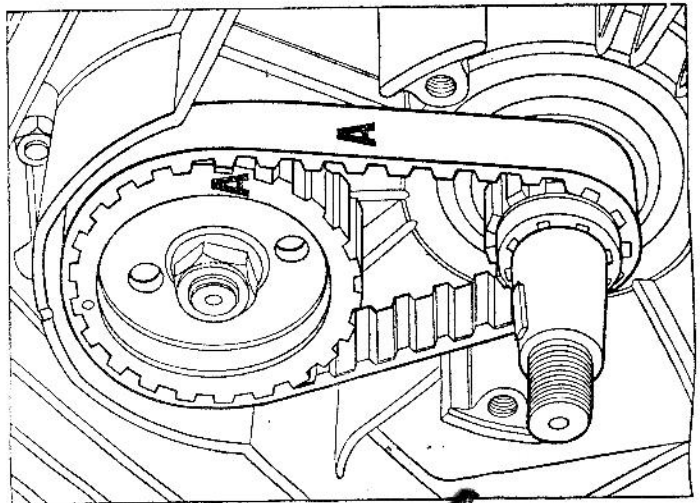
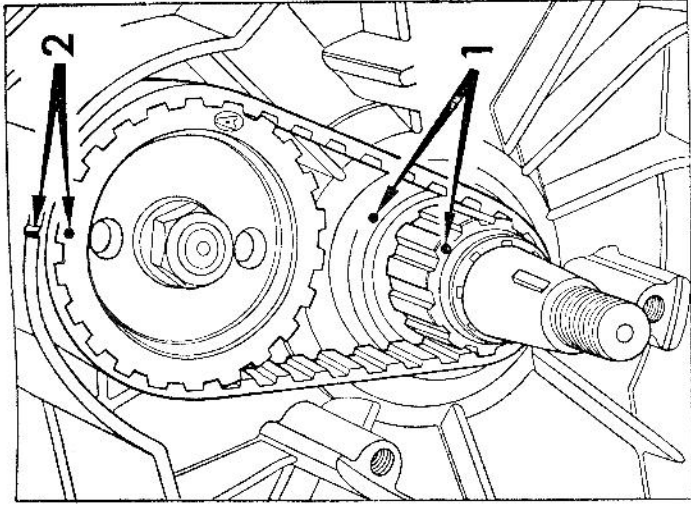

Fig. 13
Fig. 11
- 6 - Quando detto angolo è fuori tolleranza è necessario agire sul rocchetto piccolo comando distribuzione, ruotandolo in modo da trovare la tacca in fase che permetta l'introduzione del rocchetto stesso e stampigliare i nuovi riferimenti come Fig. 11.
- 1 - Orientare i 2 riferimenti sui rocchetti come (fig. 11); procedere all'estrazione del rocchetto utilizzando l'anello seeger come agancio; sostituire la cinghia controllando che la lettera stampigliata sul rocchetto grande corrisponda a quella scritta sulla cinghia vedi (fig. 13); introdurre unitamente cinghia e rocchetti infilando il rocchetto piccolo con la tacca in fase alla chiave (fig. 11).
- 2 - Controllare a montaggio ultimato i riferimenti della fase distribuzione (punti 1 e 2 - fig. 11).